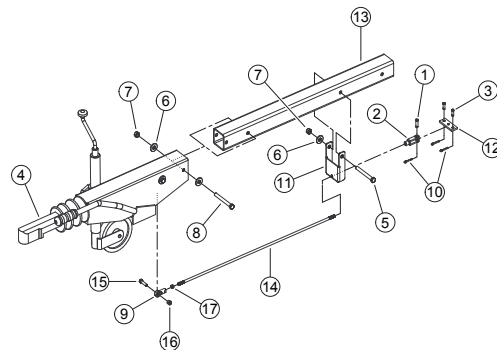

Figura 2.3, Enganche para modelos conforme de CE
1. Coloque la barra de enganche(13) dentro del bastidor de la máquina. Coloque un perno de 1/2 pulg. x 4 1/2 pulg. (13 mm x 114 mm), arandela y tuerca de centrado a través del bastidor y del orificio del extremo de la barra de enganche. A continuación, alinee los soportes de suspensión de la varilla del freno(11) (como se muestra en la figura 2.3) al otro orificio de montaje y fíjelo colocando el segundo perno(5) de 1/2 pulg.